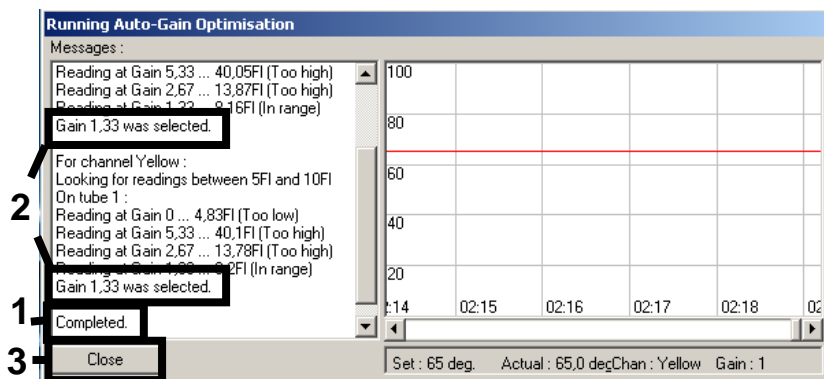

Figura 4. Otimização de aquisição de dados concluída. Tenha em atenção os valores de ganho (neste caso, 1,33 para ambos os canais de fluorescência).
4. Abre-se uma nova janela **Running Auto-Gain Optimisation** (Executar a otimização automática de ganho). Aguarde até que apareça **Completed** (Completo) nesta janela (Figura 4). Tome nota dos valores de ganho selecionados para ambos os canais e clique em **Close** (Fechar) (Figura 4).